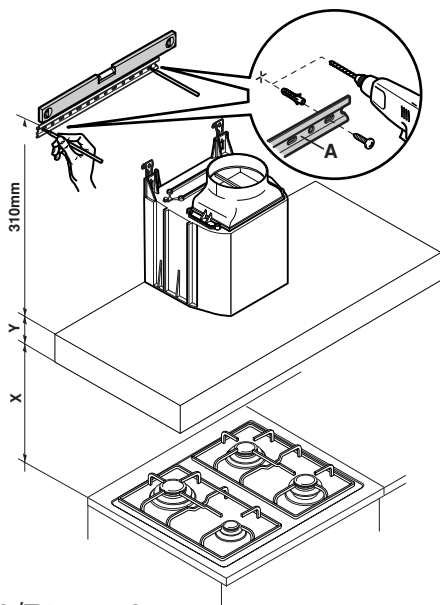

Fig. 1
- Appoggiare alla parete la barra di sostegno (A-Fig. 1), ad un'altezza dal piano cottura determinata dalla somma delle quote X+Y+310mm.
- Rest the support bar against the wall (A-Fig. 1) at a height from the cooktop determined by the sum of the distance X+Y+310mm.